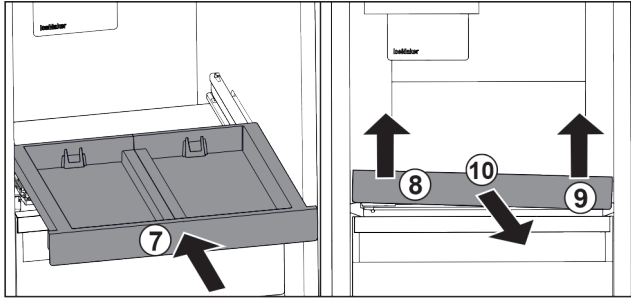

Fig. 91
- ▶ Introducir el estante extraíble. Fig. 91 (7)
- ▶ Levantar el estante extraíble por delante a la izquierda. Fig. 91 (8)
- ▶ Levantar el estante extraíble por delante a la derecha. Fig. 91 (9)
- ▶ Retirar el estante extraíble hacia delante. Fig. 91 (10)